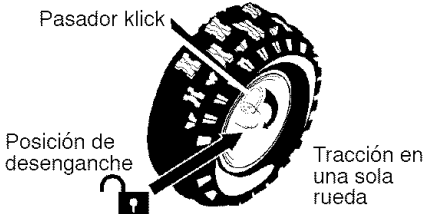

Figura 48
2. Para facilitar la maniobra de la unidad en condiciones de nieve ligera, desconecte el **pasador klick** de la **posición de enganche** de la rueda e introdúzcalo en el agujero para tracción de una rueda (**desenganche solamente el agujero del eje**). Figura 48.